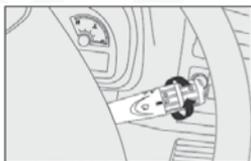

fig. 78
#### **Lavador del cristal trasero/limpiador del cristal trasero - fig. 78 y 79**
**Limpiador del cristal trasero “inteligente” - fig. 78**